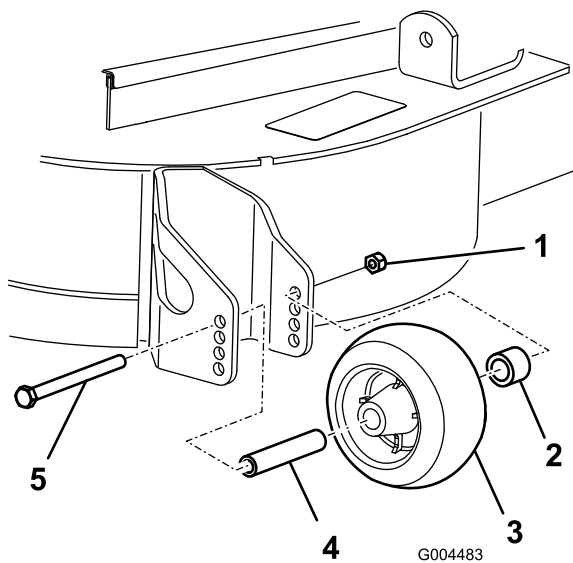

Bild 26
3. Nach dem Einstellen der Schnitthöhe sollten Sie die Rollen einstellen. Nehmen Sie die Bundmutter, die Büchse, das Distanzstück und die Schraube ab (Bild 26).
5. Setzen Sie die Bundmutter, die Büchse, das Distanzstück und die Schraube ein. Ziehen Sie sie auf 54–61 Nm an (Bild 26).